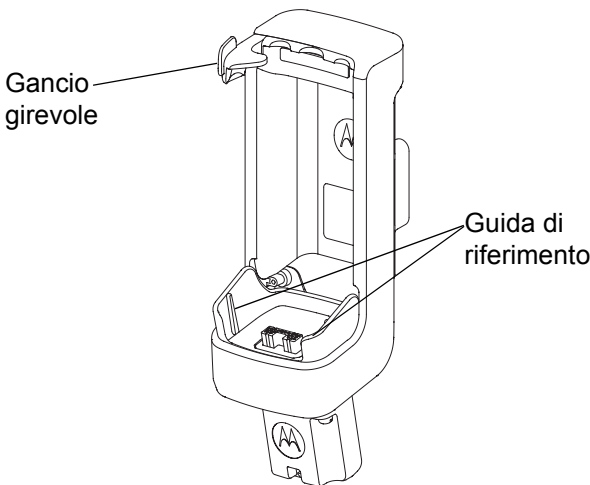

Figura 1. Supporto di carica PMLN6182 con modulo di alimentazione veicolare.
1. Inserire il terminale portatile TETRA nel supporto allineando le scanalature sul lato inferiore dell'apparato alle guide di riferimento sulla parte inferiore del supporto, come illustrato nella figura 1.
1. Premere il gancio girevole per il rilascio (vedere Figura 1 a pagina 3).